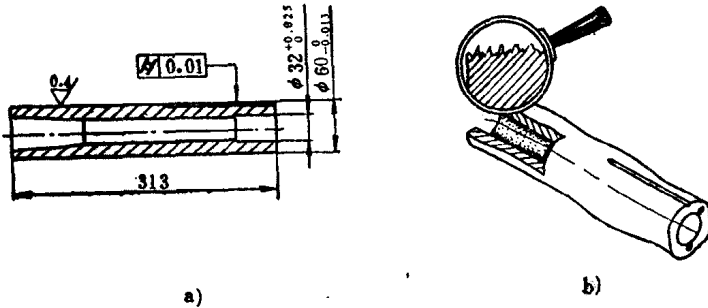

图 3 加工误差
的。由于受加工设备、工具以及工作环境和操作者技术水平等条件的限制，加工出的零件不可能与图样上给出的理想几何参数完全相同。图 2 所示的底座套筒，图样上给出的零件为一尺寸与基本尺寸完全相同，且具有正确几何形状的光滑圆柱体(图 3 a)。而实际加工出的零件不可能与上述理想状态完全一致(图 3 b)。零件的实际状态与理想状态之间的差别，称为加工误差。
(1) 尺寸偏差：是指零件的实际尺寸与图样上给定的相应基本尺寸之间的差值。
(2) 形状误差：是指零件的实际要素与图样上给出的理想要素之间的变动量。如图 3 b 所示，该零件外圆表面为一几何圆柱体，而实际加工出的零件偏离理想形状，其最大变动量  $f$  则为该圆柱面的形状误差。
(3) 位置误差：是指零件要素之间的实际相对位置与理想位置之间的变动量。如图 3 b 所示，要求该零件外圆柱
(4) 表面粗糙度：是指零件表面微观不平度。如图3 b 左上角所示，其外圆柱表面理想状态应为绝对光滑圆弧面，但从实际零件表面放大来看，总会不同程度地存在有加工刀纹，即称为表面粗糙度。